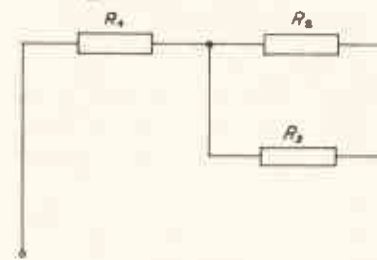

Abb. 2.2 – Schaltbild
- Von nachstehender Widerstandsgruppenschaltung (Abb. 2.2) be-
5. Von einer Parallelschaltung mit Vorwiderstand nach Abb. 2.2 sind sämtliche Einzelwiderstände gleich groß. Die angeschaltete Spannung ist 60 V, die gemessene Stromstärke beträgt 180 mA. Wie groß sind die Einzelwiderstände?